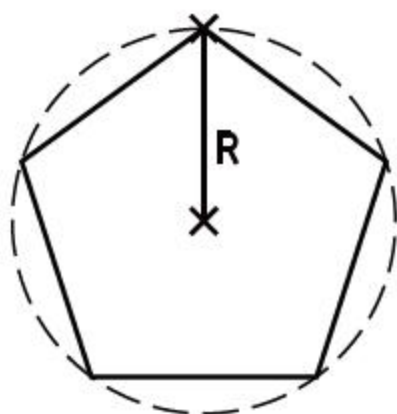

图3-146 内接于圆
- 内接于圆 (I) : 表示以指定正多边形内接圆形半径的方式来绘制正多边形, 如图3-146所示。